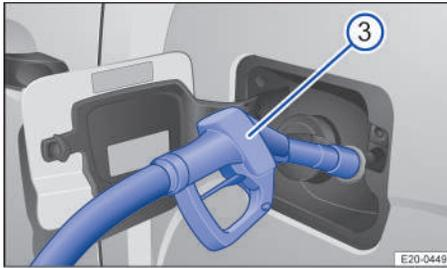

Fig. 137 Repostar AdBlue con la pistola de un surtidor.
1. Para garantizar un repostaje óptimo, sujete la pistola del surtidor de AdBlue® con el asidero hacia abajo → fig. 137 ③.